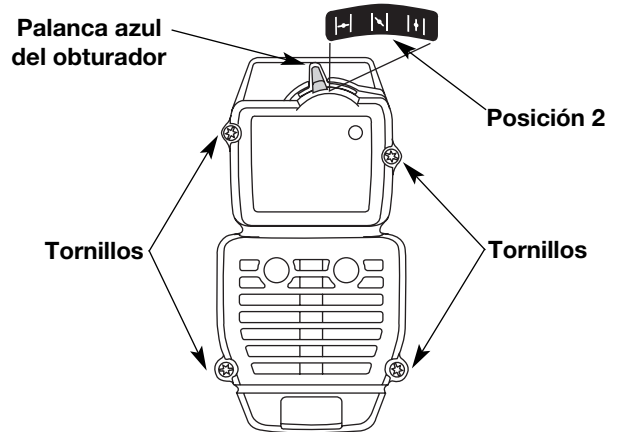

Fig. 32
NOTA: La palanca azul debe estar en Posición 2 (Fig. 32) para sacar la cubierta del silenciador / filtro de aire.
2. Saque los cuatro (4) tornillos que sostienen la cubierta del silenciador / filtro de aire (Fig. 32). Use un destornillador de broca Torx N° T20.
2. Inserte los cuatro (4) tornillos en los orificios de la cubierta del silenciador / filtro de aire (Fig. 32) y ajústelos. No los ajuste demasiado.